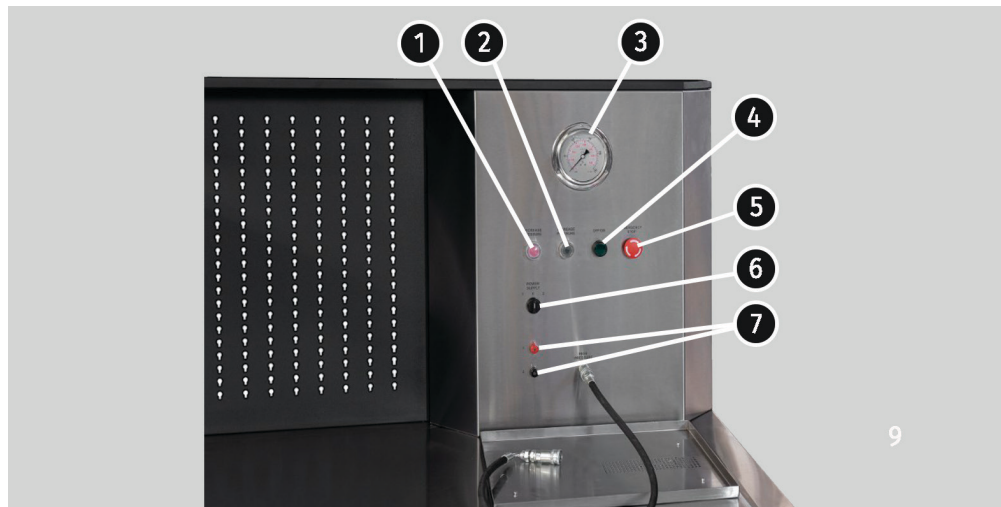

Рисунок 2. Панель управления
Панель управления (рис. 2), содержит следующие элементы:
7.2. Сбросьте давление из суппорта кнопкой 2 рис. 2, затем можно отсоединить рукав высокого давления и открутить штуцер от суппорта.
8.1. С помощью комплекта проводов подключите электромотор суппорта к клеммам питания 7 (рис. 2).
8.3. Включите питание 12 В поворотом кнопки 6 (рис. 2). В случае исправности электрического стояночного тормоза поршень суппорта выдвинется и упрется в установленный упор.
8.4. Поворотом кнопки 6 (рис. 2) поменяйте полярность на клеммах подключения. В случае исправности стояночного тормоза поршень отойдёт от упора и задвинется в суппорт.